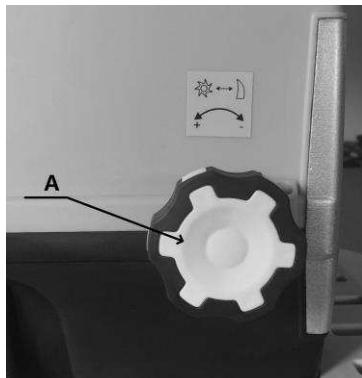

Abb. 5A
1. Drehen Sie den Gegenplatten-Einstellknopf (A) im Uhrzeigersinn, bis ein leichtes Reibgeräusch zu hören ist und kurzzeitig feine Aluminiumspäne aus dem Auswurfschacht fallen. (Abb. 5A und 5B)